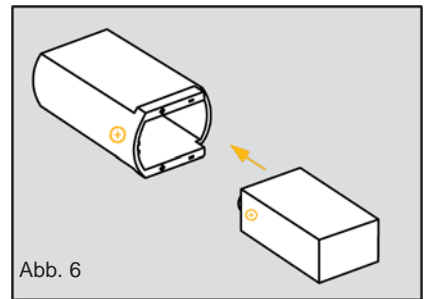

Abb. 6
- Entfernen Sie die alte Batterie und ersetzen Sie sie durch eine neue. Achten Sie dabei darauf, dass Sie die neue Batterie polrichtig einsetzen (siehe Abb.6 / Seite 19).
- Entfernen Sie den O-Ring von der Battereeinheit (siehe Abb.6 / Seite 21). Verwenden Sie auf keinen Fall scharfkantiges Werkzeug!